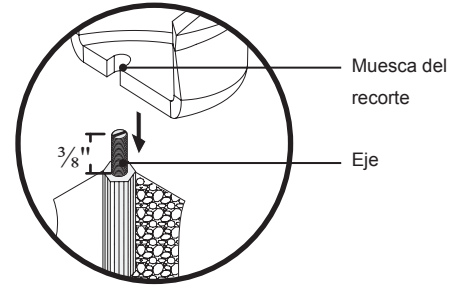

Figura 11. Anclaje de la bañera zapatillas
- 2 Baje lentamente la unidad hacia abajo sobre el suelo, asegurándose de que los ejes y los recortes muesca alinear correctamente (Figura 11).